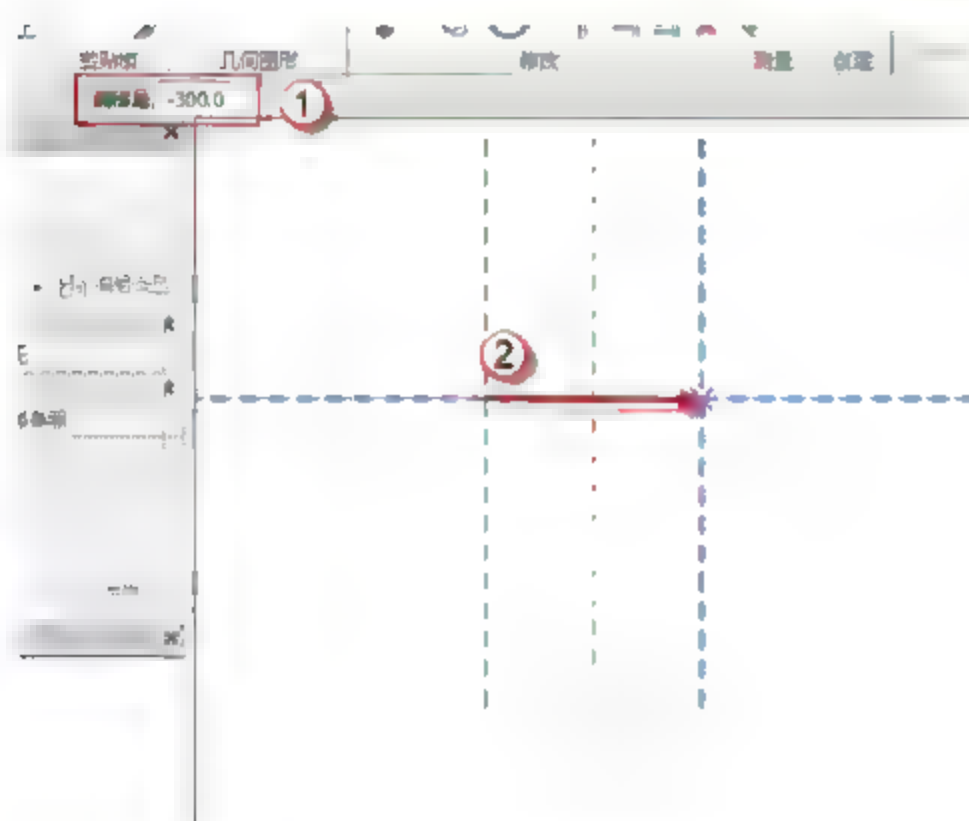

图 9.2.62 绘制辅助线
(19) 绘制辅助线。按快捷键 R+P, 在“偏移量”后输入“300”字样, 然后绘制辅助线, 如图 9.2.62 所示。
(20) 绘制轮廓。选择“创建”→“直线”命令, 在绘制中选择“直线”, 在“子类别”